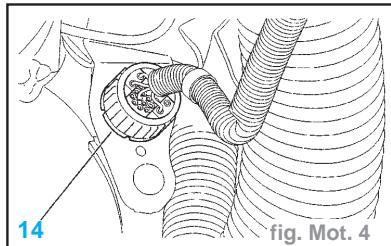

fig. Mot. 4
- Débrancher le connecteur (14) doublure d'aile avant gauche (fig. Mot. 4).